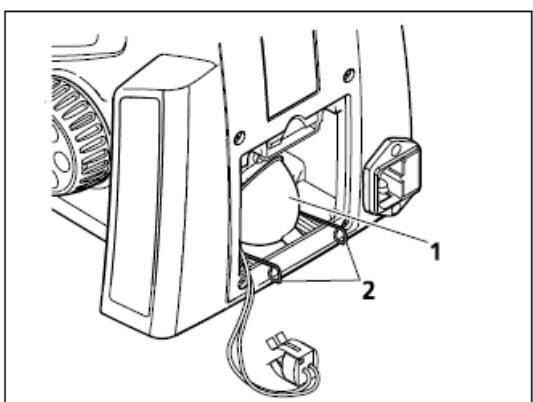

图. 3-18 安装 LED
- | 按下灯座固定弹簧夹(图 3017/1)上的环形夹(图 3-18/1),将其向后摆出
- | 将新的照明系统/LED 灯泡(图 3-18/1)的下弧面接触至固定弹簧夹,然后将其固定在弹簧夹上
- | 向上抬起弹簧夹(图 3-18/2)紧密的固定照明系统